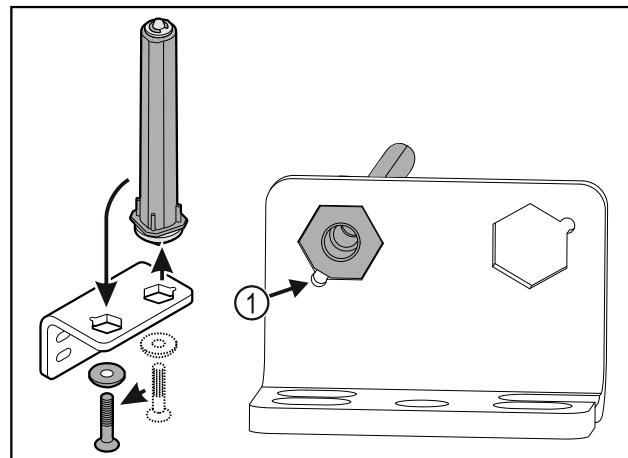

Fig. 37
- Звертати увагу на те, щоб при вставці нахил пальця Fig. 37 (1) показував на круглий отвір.